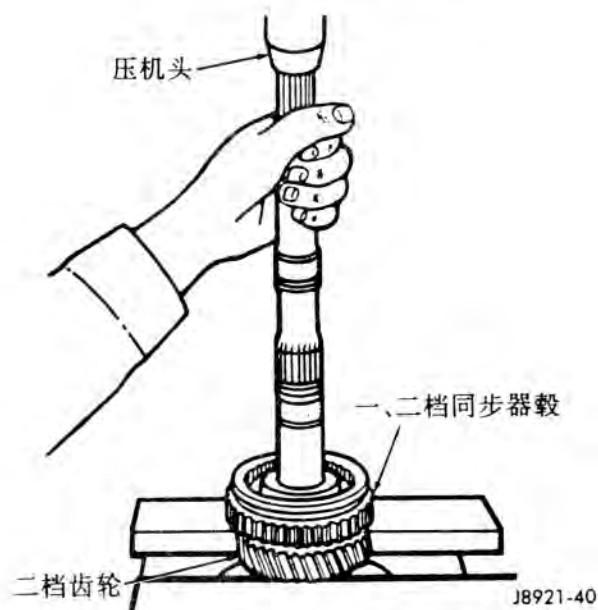

图 40 一、二档同步器和二档齿轮的拆卸
(18) 从输出轴上压下一、二档同步器和二档齿轮 (图 40)。